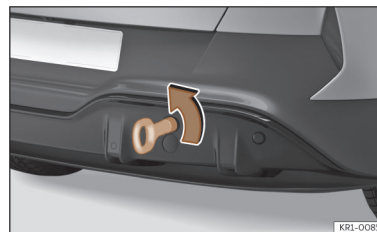

Fig. 186 No lado direito do para-choques traseiro: argola de reboque enroscada.
- Enrosque a argola de reboque no alojamento girando-a ao máximo **no sentido contrário ao dos ponteiros do relógio** >>> Fig. 186, >>> ①. Utilize um objeto adequado com o qual possa enroscar completa e firmemente a argola de reboque no seu alojamento.